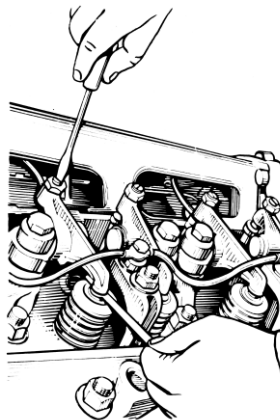

Рис. 62. Регулировка зазора клапанного механизма
- 6 Для регулировки зазоров отвернуть гайку регулировочного винта, вставить в зазор щуп и, вращая винт отверткой (рис. 62), установить зазор 0,25...0,30 мм. Придерживая винт отверткой, затянуть гайку и проверить величину зазора. При правильно отрегулированном зазоре щуп толщиной 0,25 мм должен входить при легком нажиме, толщиной 0,30 мм – с усилием.